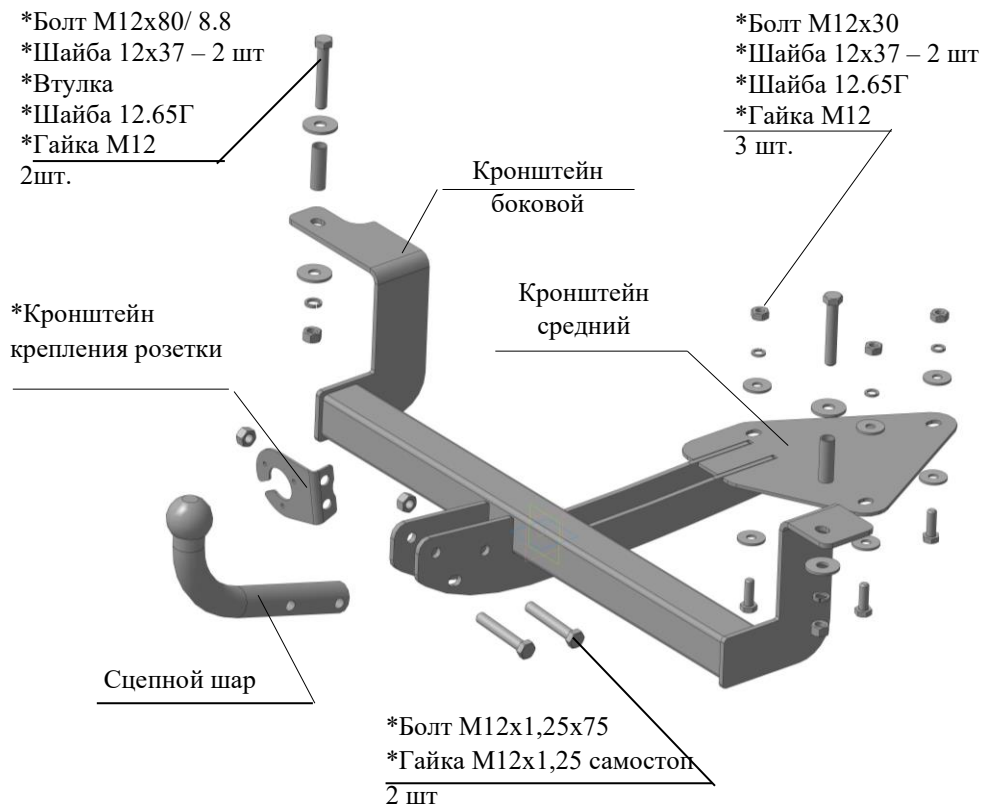

Рис.1 Тягово-сцепное устройство 2013
2.1 ТСУ 2013 в сборе (рис.1)	1 шт.
2.2 Пакет с комплектующими (см. рис.1)	1 шт.
4.5. Установить ТСУ на автомобиль, установив в лонжероны втулки и закрепив болтами М12х80 и крепежом соответственно рис.1. Крепеж не затягивать.
4.6. Закрепить средний кронштейн ТСУ к нише запасного колеса болтами М12х30 и крепежом соответственно рис.1.
4.8. Установить сцепной шар и кронштейн крепления розетки, закрепить болтами М12х1,25х75 и крепежом соответственно рис.1. Затянуть крепеж.